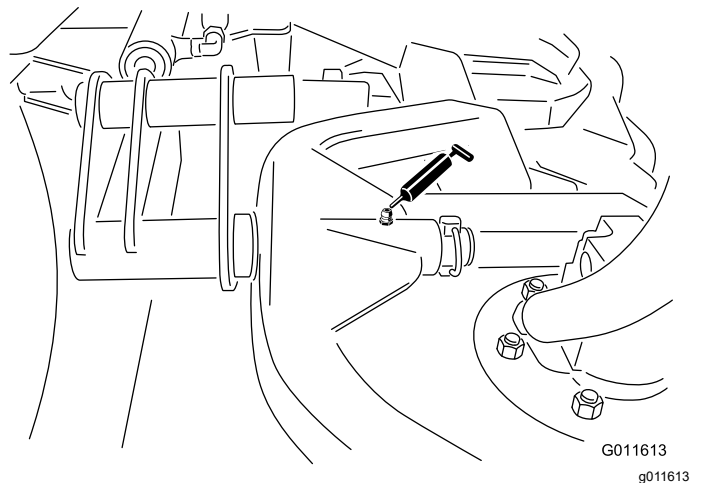

Figura 43
- Pivote del bastidor de tiro de la unidad de corte (1 en cada) – Figura 43